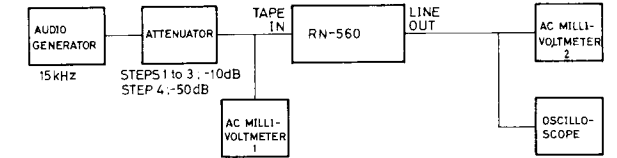

Fig. 8
1. Connect the measuring instruments as shown in Fig. 8. Set the mode selector to PLAY position. Setting of other switches is the same as in phase A.
- 1. Brancher les instruments de mesure comme illustré Fig. 8. Régler le sélecteur de mode sur la position PLAY. Régler les autres commandes comme pour le point A.